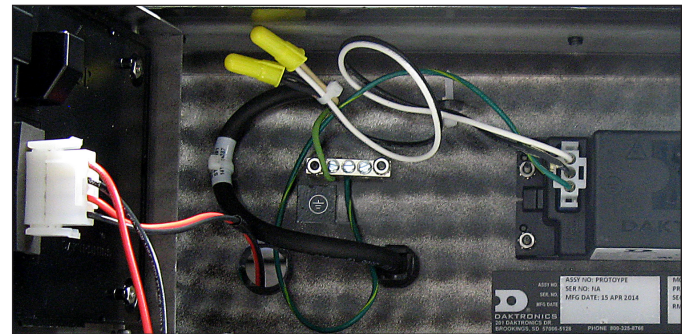

Figura 14: Conexión de energía
2. Use tuercas para cable u otros accesorios apropiados para conectar los cables de corriente al arnés o trenza de la fuente de alimentación, tal como se muestra en la **Figura 14**.
3. Conecte el cable a tierra de la fuente de alimentación a la barra de bus de tierra o al cable verde conectado al terminal de tierra, como se muestra en la **Figura 14**.